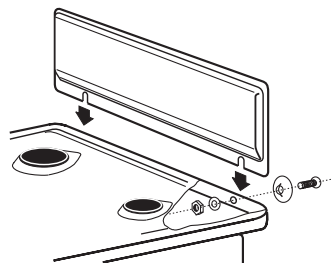

Рис.12
- В плитах, укомплектованных щитком, щиток закрепляется перед установкой плиты (рис.12).